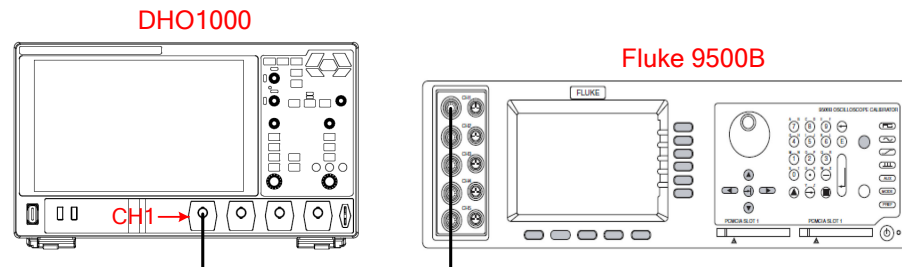

图 5.4 直流偏移精度测试连接图
1. 将 Fluke 9500B 的有源信号探头连接至示波器的 CH1 通道，如 图 5.4 所示。